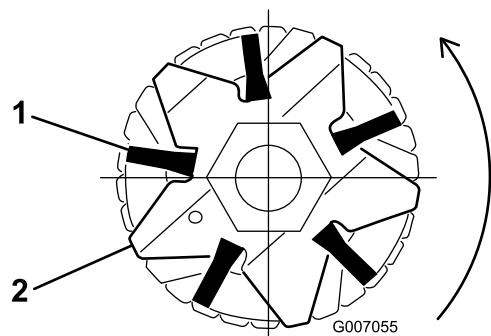
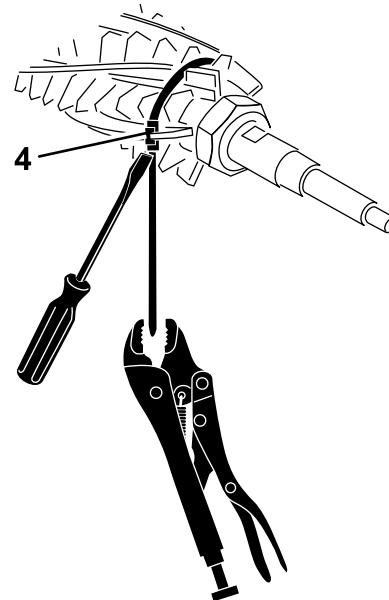

図 19
図 20
- ブラシが、グルーマの刃のスロットにきちんと嵌まっているのを確認する(図 19 および図 20)。
- 図 20 に示すように、グルーマリールのシャフトとブラシにストラップを巻きつけ、ブラシについている溝にストラップを入れる。
**注**ブルーマのブラシが刃のスロットに正しく嵌まっていない場合には、グルーマ・シャフトの両端についているグルーマ刃の固定ナットをゆるめ、ブルーマ・ブラシの位置を正しく刃のスロットに調整しなおしてからグルーマ刃の固定ナットを締め付ける(図 20)。
- ストラップのバックルをドライバ(ねじ回し)で押えながら、ロックプライヤーでストラップをつかみ、ストラップを引っ張ってブラシの溝に完全に嵌める(図 20)。
- バックルから 6.4 mm 程度のところでストラップを切断し、余った部分はバックルに折り込む(図 20)。